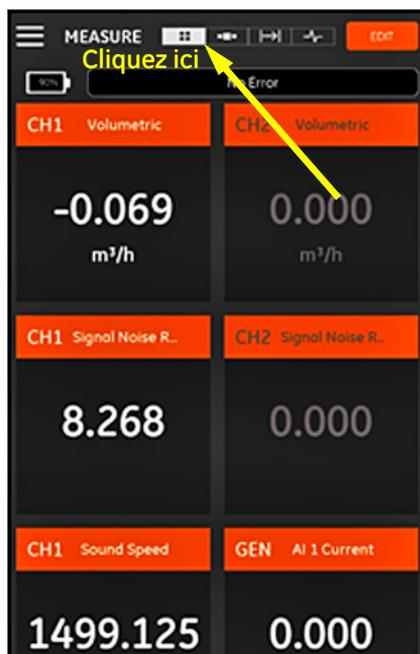

Figure 91 : écran Multiple Measurement (Mesure multiple)
Dans la *Figure 91* ci-dessous, notez que **CH1** a été **activé** et **CH2 désactivé** dans le menu **PROGRAM (PROGRAMME)**. De plus, aucune source **AI** n'est connectée au canal **General (Général)**, car la valeur est égale à zéro.
L'écran de mesure par défaut est au format de *mesures multiples*, c'est-à-dire que toutes les mesures configurées apparaissent sur une page, et vous pouvez les faire défiler. Ce type d'affichage est indiqué par l'icône  mise en évidence en haut de l'écran (voir la *Figure 91* à la *page 94*). Notez que :
- Le champ *Error Status* (État d'erreur) se trouve juste au-dessus de la section d'affichage des mesures de l'écran. En l'absence d'erreurs de système, **No Error** (Aucune erreur) apparaît (voir la *Figure 91* à la *page 94*). Cependant, si une erreur de système se produit, les informations de l'erreur s'affichent à cet endroit sur un fond rouge clignotant.